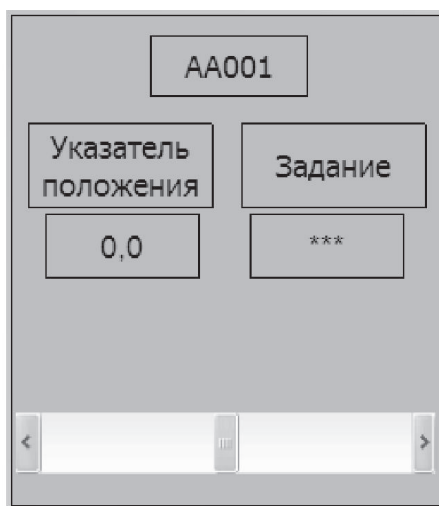

Рис. 3.13. Окно управления клапаном
1. Создаем выпадающее окно при помощи инструментов *Прямоугольник*, *Статический текст*, *Поле ввода-вывода*, *Ползунок* из палитры объектов (рис. 3.13).